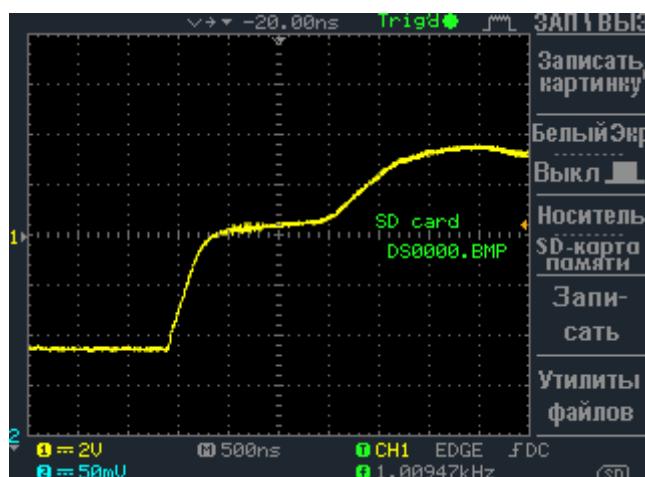

Рисунок 5.1. Несогласованная линия.
- Несогласованная линия – на видео (рис. 5.1) видно, что длительность импульса резко меняется на 2 мкс, что может привести к отбрасыванию пакетов принимающими устройствами, по причине отсутствия синхронности передаваемых импульсов. Так же имеется «ступенька» прямо над порогом срабатывания приемника, что, при незначительно ухудшившихся условиях, может привести к состоянию неопределенности и так же повлияет на время фиксации приемником входящего импульса. В целом, в лабораторных условиях работа на подобной линии вполне возможна, однако для реальных объектов нелишним будет провести мероприятия по согласованию линии.